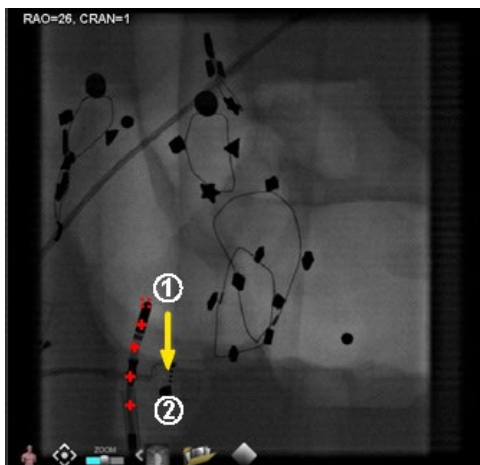

Figura 114. Tracciato Fluoro Image A (Immagine fluoroscopica A)
L'utilizzatore deve contrassegnare il vaso iniziando dal punto prossimale (1) e continuare a contrassegnare i singoli punti fino a raggiungere il punto distale (2). È possibile contrassegnare per prima l'Immagine fluoroscopica A o B. Nella Figura 114 di seguito, l'Immagine fluoroscopica A è contrassegnata per prima.